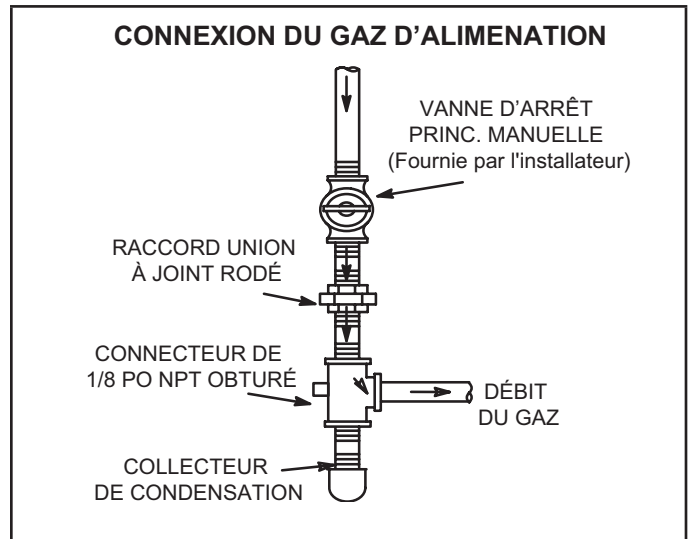

FIGURE 10
- 2 - Effectuer les raccordements électriques comme indiqué à la Figure 10. Connecter les fils du thermostat sur le connecteur à 2 broches P366 du contrôleur d'allumage A3. Pour faciliter l'installation, déconnecter le connecteur P366 de J366, faire les raccordements puis réinstaller P366. Voir le schéma de câblage sur l'unité et le schéma typique approprié de ce manuel.
Un collecteur de condensation doit être installé sur le tronçon vertical allant à l'unité. Dans certaines régions, les codes peuvent exiger l'installation d'un robinet d'arrêt manuel principal et d'un raccord union (à fournir par l'installateur) à l'extérieur de l'unité. Le raccord union doit être du type à joint rodé. Un collecteur de condensation doit être facilement accessible afin de pouvoir être nettoyé et vidé. Voir Figure 10.